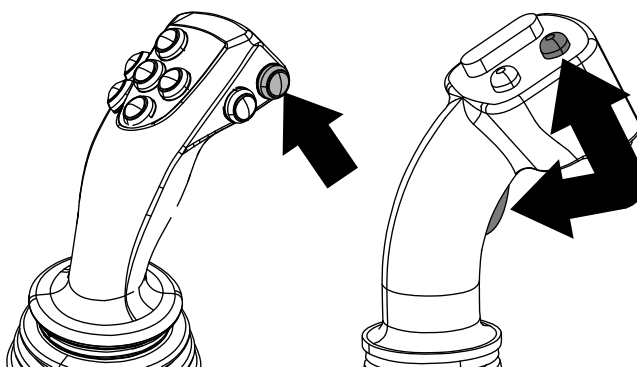

Рисунок 6
Нажмите кнопку круиз-контроля на джойстике (Рисунок 6) или нажмите кнопку 4 на главном экране, чтобы перейти на экран круиз-контроля.
2. Удерживая джойстик(и) в активном положении, которое обеспечивает необходимые вам проталкивающее усилие и скорость вращения, нажмите кнопку круиз-контроля на джойстике (Рисунок 6).